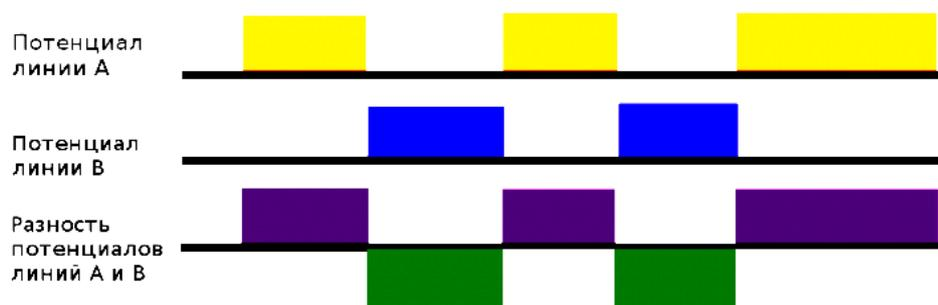

Рисунок 1. Принцип дифференциального способа передачи сигнала
В основе построения интерфейса RS485 лежит передача импульсов напряжения по двум проводам, при этом реализуется *дифференциальный способ* передачи сигнала, когда напряжение, соответствующее уровню логической единицы или нуля, отсчитывается не от "земли", а измеряется как разность потенциалов между двумя передающими линиями: Data+(A) и Data-(B). То есть когда на одном проводе появляется положительный потенциал, то на другом по отношению к первому потенциал отрицательный (рис.1). При этом напряжение каждой линии относительно "земли" может быть произвольным, но, например, для RS485 не должно выходить за диапазон -7...+12 В.